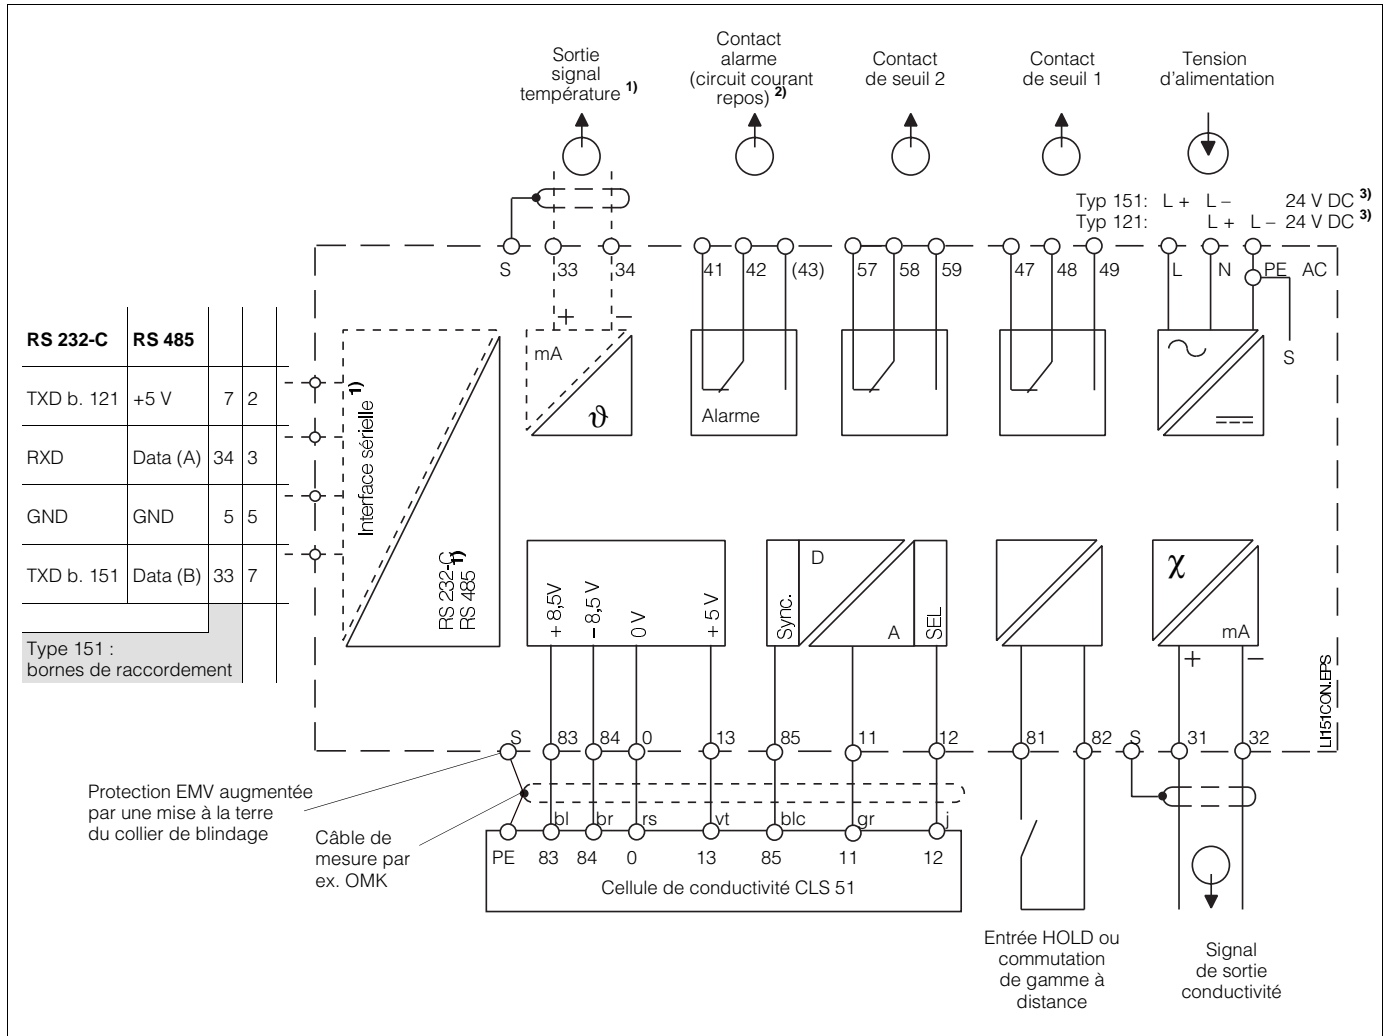

Fig. 4.3 : Raccordement électrique Mycom CLM 121/151
- Effectuer le raccordement selon le schéma, voir fig. 4.3. Séparer les câbles de signal des câbles d'alimentation.